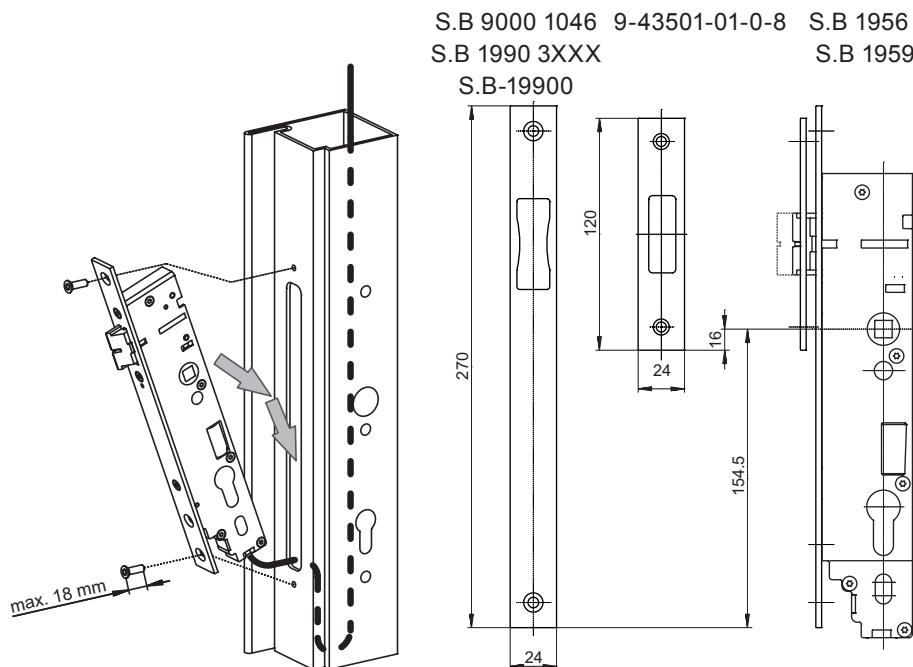

Fig. 7: montaje
- Introducir la cerradura desde arriba y oblicuamente en el cajeado, para ello, tender el cable por el perfil (v. fig. 7).